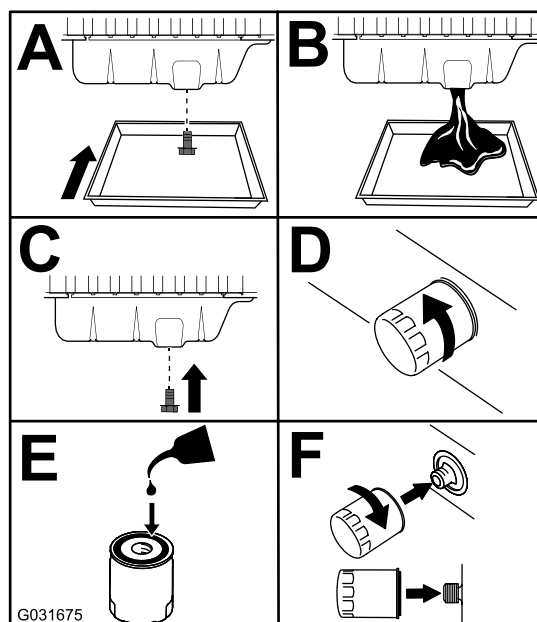

Рисунок 90
3. Замените моторное масло и масляный фильтр (Рисунок 90).